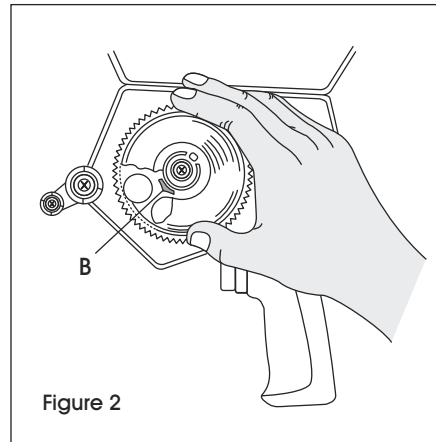

Figure 2
2. Placez le rouleau de ruban adhésif sur le moyeu avec le côté adhésif dirigé vers l'extérieur et le bas. Insérez la languette (B) dans la fente du mandrin de ruban adhésif. Faites-le tourner légèrement jusqu'à ce que la languette s'enclenche en position. (Voir Figure 2)